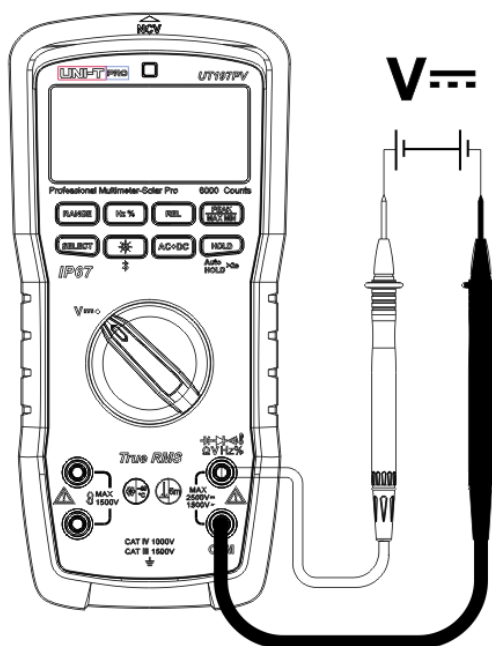

Figura 7
3. Misura della tensione CC (Figura 7)